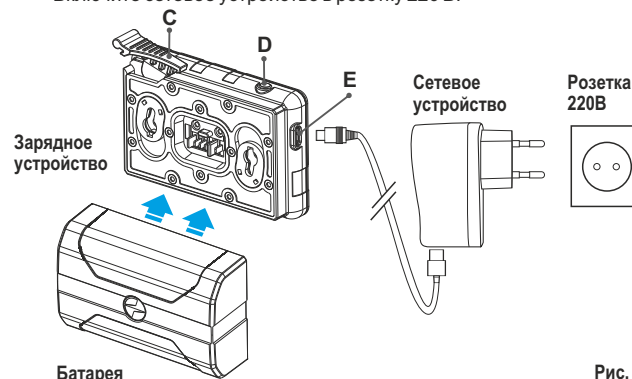

Рис. 3
- Установите аккумуляторную батарею в зарядное устройство как показано на **рис.3**, защелкните рычаг **(C)**.